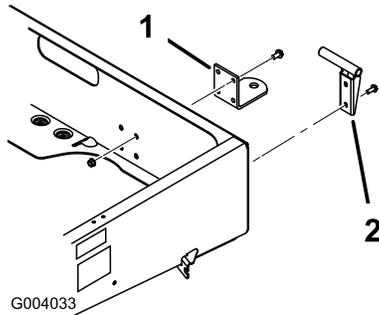

Figure 8
2. Placez la patte de remorquage en face des trous de montage sur le châssis. Fixez la patte d'attelage en position avec les vis et écrous (Figure 8).
- Fixez le pivot gauche à l'angle arrière gauche du châssis à l'aide de 2 vis à embase ((3/8 x 1 pouce)). Serrez les vis à 22 Nm. Positionnez le pivot comme illustré à la Figure 8.